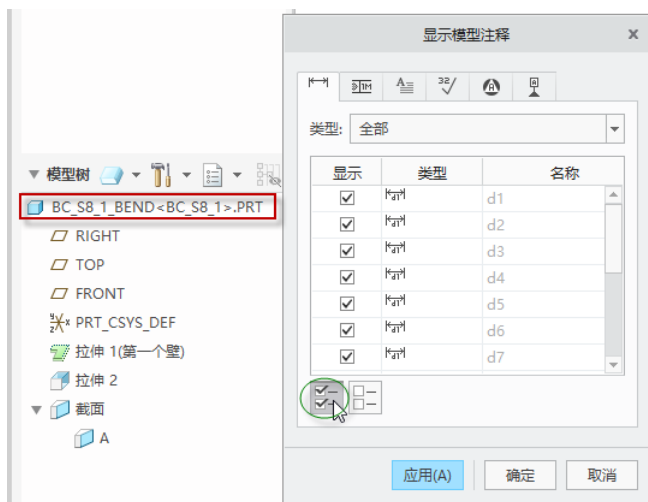

图 8-37 设置显示绘图模型的全部尺寸
(2) 在模型树中单击当前活动的绘图模型“BC_S8_1_BEND<BC_S8_1>.PRT”顶级节点，在“显示模型注释”选项卡的 (显示模型尺寸) 选项卡中单击 (全部选择) 按钮，单击“应用”按钮，如图 8-37 所示。